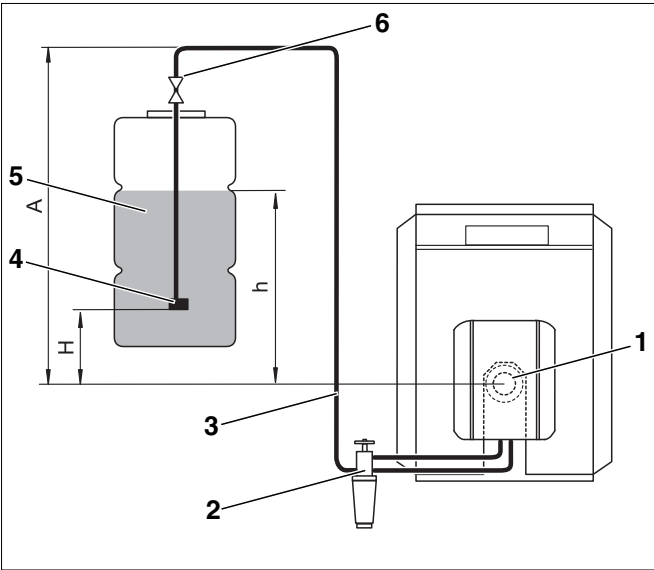
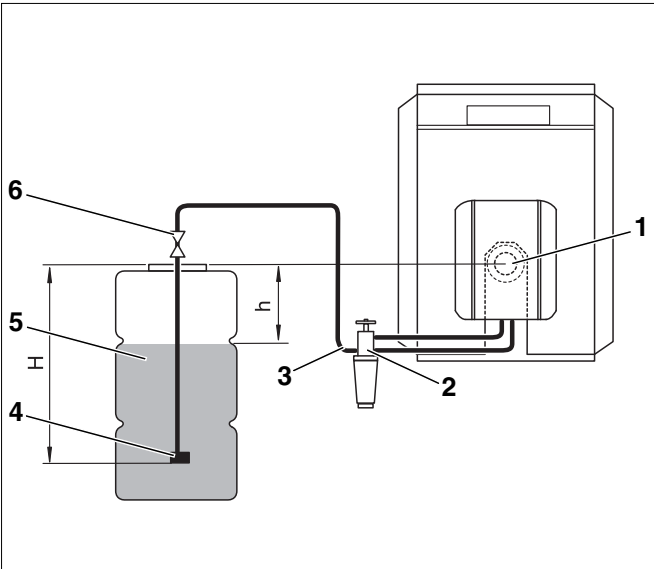

Fig. 62 Depósito de gasóleo por encima de la bomba de
Fig. 63 Depósito de gasóleo por debajo de la bomba de
gasóleo (fig. 62):
- Leyenda de fig. 62 y fig. 63:**
(fig. 63):